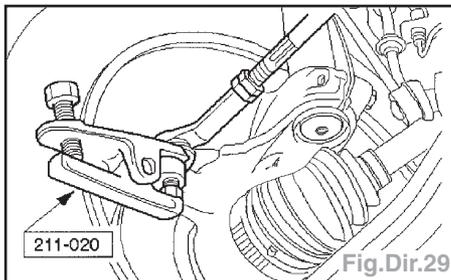

Fig.Dir.29
- A l'aide de l'outil spécial, séparer les embouts de biellettes de direction des porte-fusées (Fig.Dir.29).